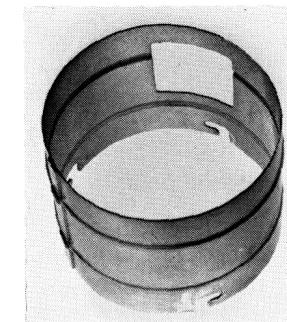

Fig 17
30. **Der Windschutz** (Fig 17) schützt die Flamme vor Windstößen.
- Le protège-flamme** (Fig 17) protège la flamme contre les coups de vent.
- I paraventi** (Fig 17) proteggono le fiamme dal vento.